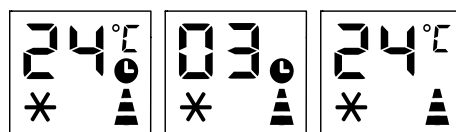

Fig. 5
- Quando o aparelho estiver em funcionamento, prima o botão , o ecrã irá exibir as horas e vários símbolos irão piscar em simultâneo. (fig. 5)